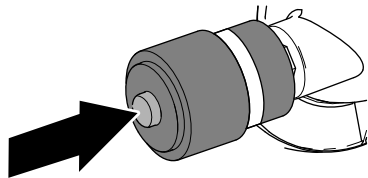

Figura 75
1. Se uma faixa vermelha aparecer no indicador de manutenção, pressione o botão de reinicialização na extremidade do indicador (Figura 75).